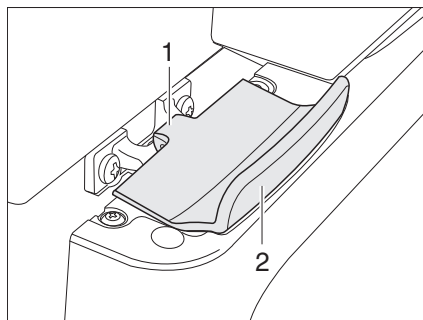

Fig. 143 Dispositif de verrouillage de la porte du réfrigérateur, fermé (Thetford)
- Ouvrir la porte du réfrigérateur sur la poignée (Fig. 143,2). Le verrouillage (Fig. 143,1) sera débloqué automatiquement.